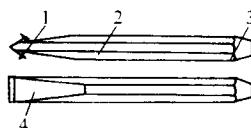
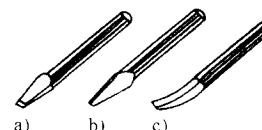

图 1-10 錾子结构
图 1-11 常用錾子
(1) 錾子 錾子是錾削工件的刀具。錾子的结构如图 1-10 所示, 它由錾刃、斜面、錾身、錾头四部分组成。根据工件加工需要, 錾子可分为平錾、尖錾和油槽錾三种, 如图 1-11 所示。平錾主要用于錾切平面和去毛刺; 尖錾主要用于开槽; 油槽錾主要用于錾切润滑油槽。